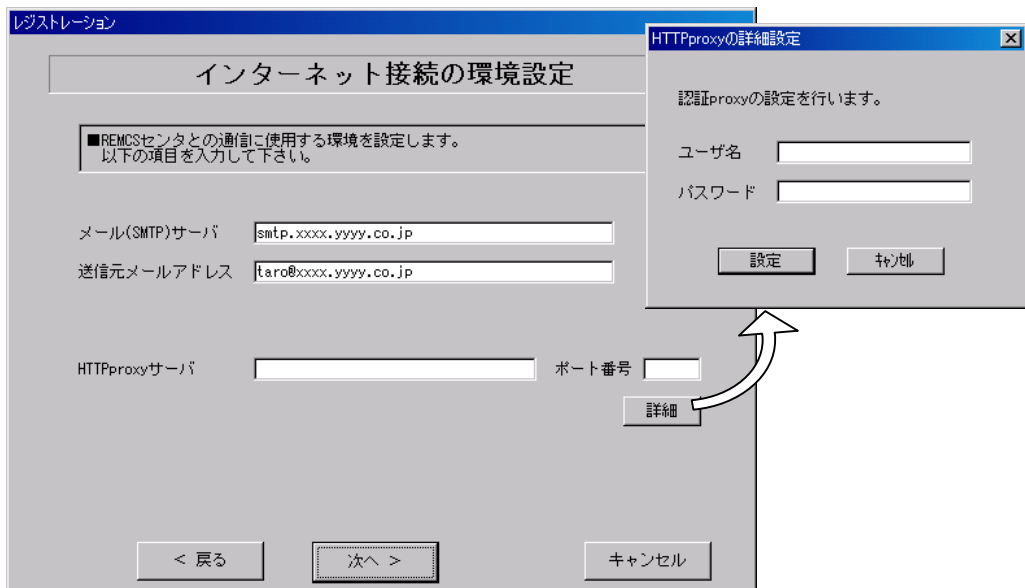

図 4-49 インターネット接続の環境設定(P-P 接続)
- 14** P-P 接続の環境設定を行います(図 4-49、表 4-28)。